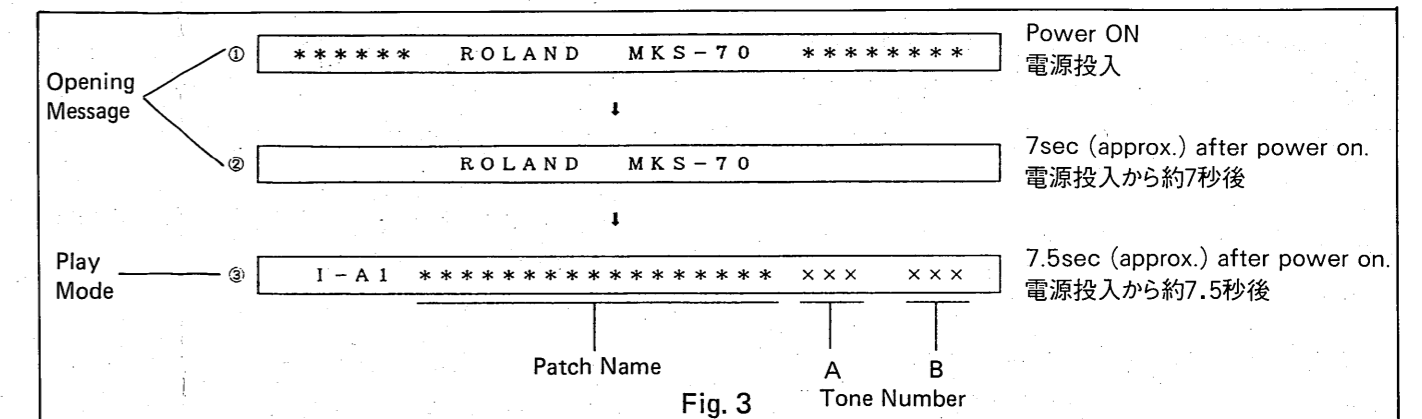

Fig. 3
Enter this mode whenever the unit stays on one of the messages, 1-3, shown in Fig. 3 and won't step to the next message after power-up. This test mode checks whether the assigner board is intact or not. (When the unit is powered up for normal operation mode, CPUs in modules A and B monitor chips under their control and take compensating and adjusting procedures as necessary. Upon completion of such routines, they send a ready signal to the assigner CPU, respectively. Without the ready signals the assigner CPU stalls and goes hangup.) This test routine allows the assigner CPU to operate irrelevantly to existence or absence of such ready signals.
電源を投入したときにMKS-70がFig. 3 ①, ②, ③のいずれかを表示したままで次の動作へ進まない場合、本テストモードを用いることにより、アサイン部だけの動作が可能か不可能かを調べることができます。「通常での電源投入時、モジュールCPUはまず自身が管理する各チップを点検し、バラツキの補正や調整を行なった後、準備完了信号をアサインCPUへ送ります。2個のモジュールCPU(A及びB側)からの信号が送られてこないとアサインCPUはハングアップしてしまいます。このテストモードはモジュールCPUから準備完了信号を受け取らなくてもアサインCPUが次の動作を行なえるようにするものです。」通常の電源投入時、正常のディスプレイ表示進行はFig. 3のようになります。
MKS-70 goes hangup at: (See Fig. 3)	Suspectie
Press and hold PARAM and switch the power on. The display will show patch name (see Fig. 3). Feeding an MIDI NOTE ON replaces a patch name character located at position assigned to the current module with the module name (A-F). On the NOTE OFF the name disappears, leaving the character position blank until the same module is assigned again.